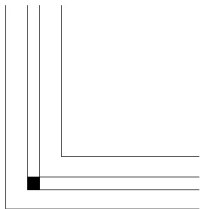

图 5.15 绘制构造柱
(1) 关闭【轴线】图层, 并将【构造柱】图层设置为当前层。
(2) 启动【矩形】命令, 在如图 5.15 所示的基础平面图左下角的位置绘制 $240\text{mm} \times 240\text{mm}$ 的正方形并将其填充。